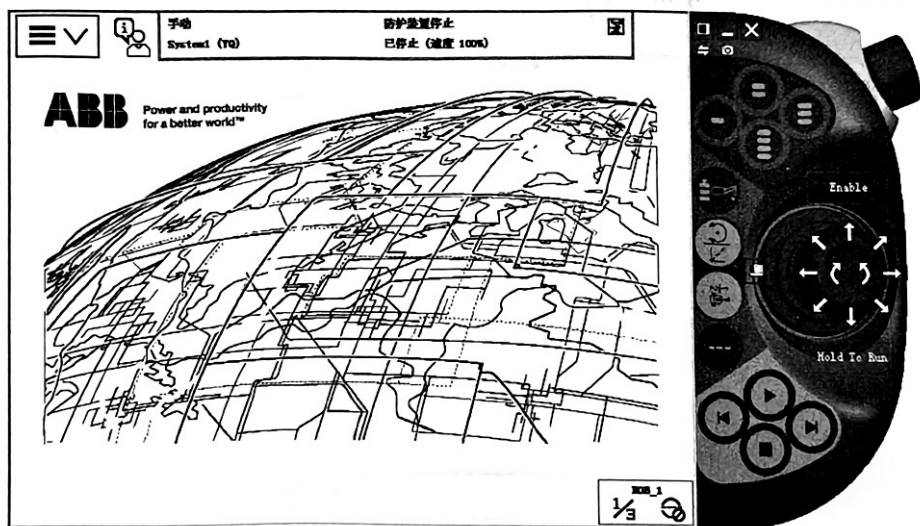

图 2-85 步骤 2)
- 2) 用手持握示教器，单击界面左上角的 ABB 菜单，如图 2-85 所示。